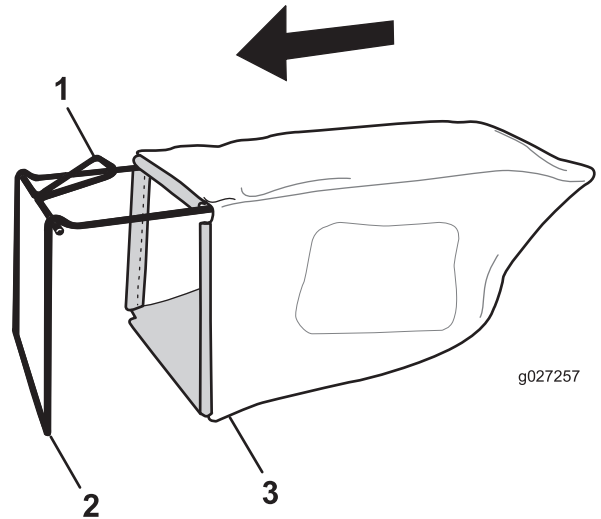

Figure 5
1. Glissez le bac sur l'armature, comme montré à la Figure 5.
Remarque: Ne passez pas le bac par dessus la poignée (Figure 5).